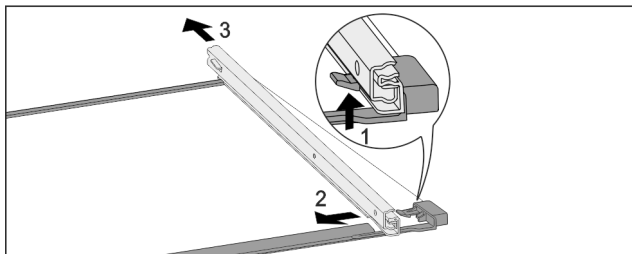

Fig. 157 Płyta szklana z szynami
- ▶ Wcisnąć przedni hak ryglujący do góry. Fig. 157 (1)
- ▶ Wysunąć prowadnicę w bok Fig. 157 (2) i do tyłu Fig. 157 (3).